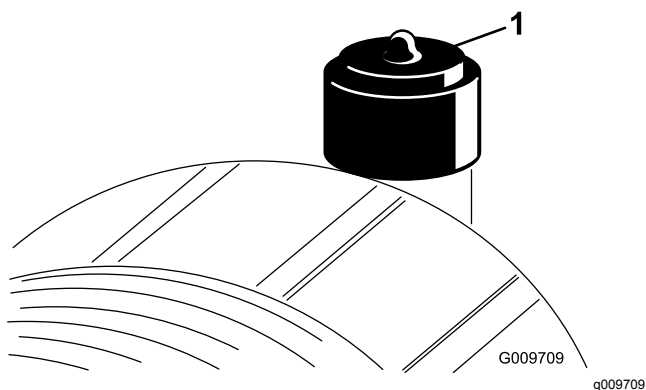

Figura 78
Revise el filtro del limpiador de aire únicamente cuando el indicador de mantenimiento (Figura 78) lo requiera. El cambiar el filtro antes de que sea necesario sólo aumenta la posibilidad de que entre suciedad en el motor al retirar el filtro.
2. Reinicie el indicador (Figura 78) si se ve rojo.